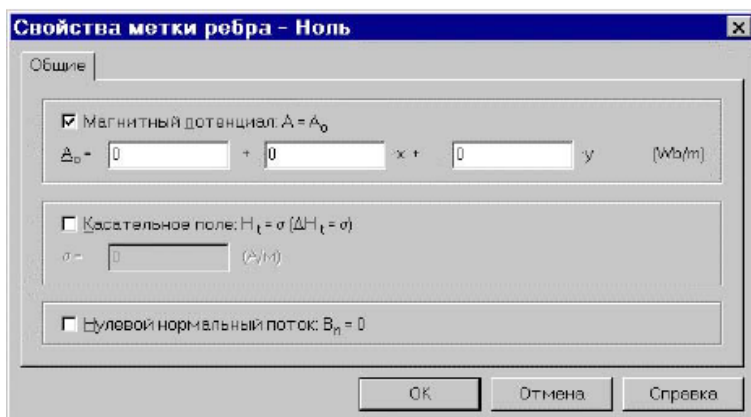

Рис. 15. Окно задания свойств ребер
2. Включите флажок «Магнитный потенциал». В полях ввода будут предложены нулевые значения (рис. 15).